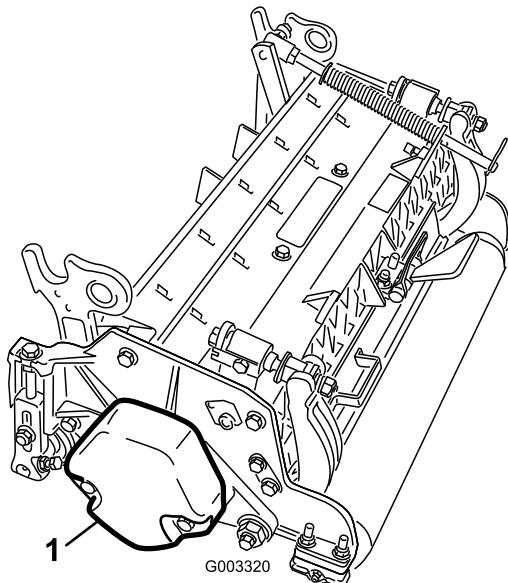

図 15
1. 番、.番、番カッティングユニットでは、カウンタウェイトをカッティングユニットの左側に固定しているキャップスクリュ(2本)を取り外す。カウンタウェイトを取り外す図 15。